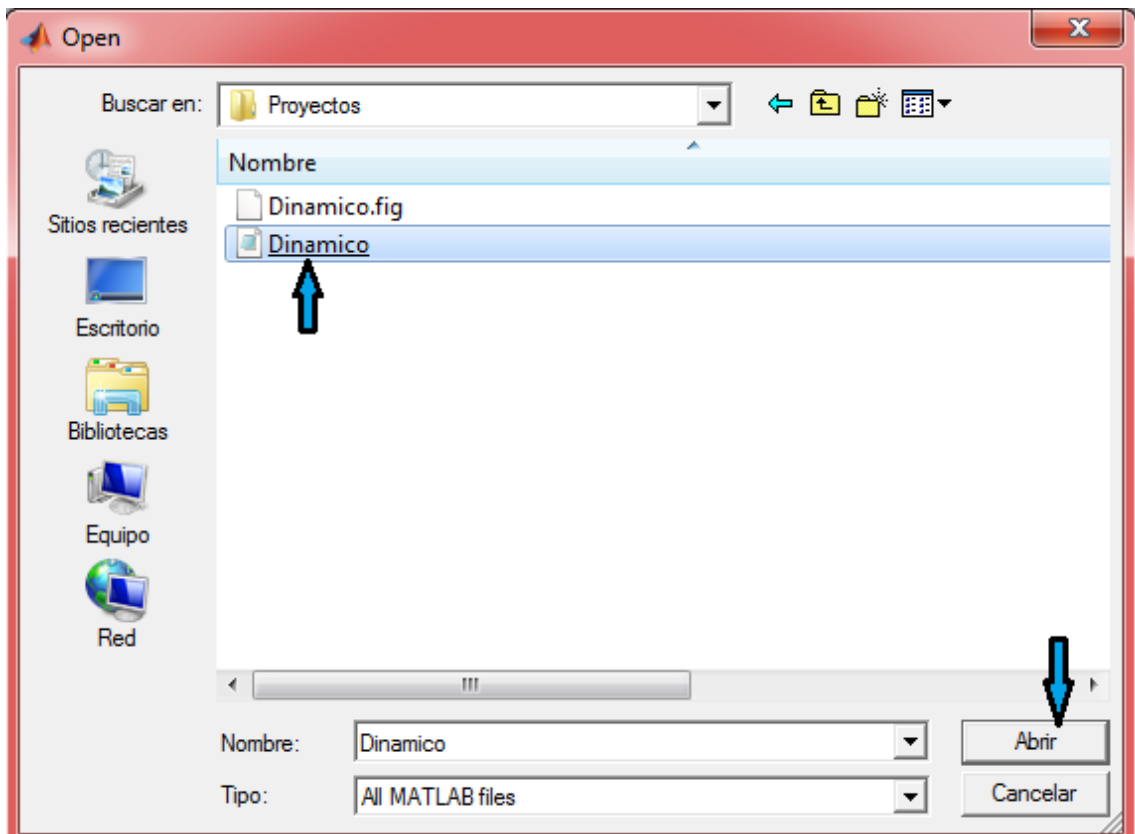

Fig. 2 Ventana Open
2. La carpeta “abrir archivo” nos abrirá una ventana nombrada simplemente “abrir” (Open) en la cual buscaremos la ubicación del archivo (ya sea que este almacenada en la memoria de la PC o en una memoria externa) para seleccionarlo y abrirlo. Tal como se muestra en la Fig. 2.